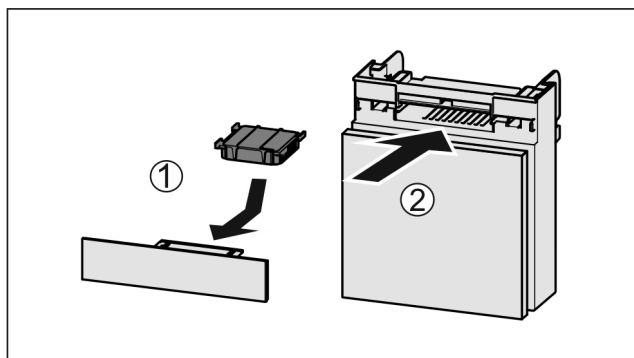

Fig. 53
- Inserire il vano Fig. 53 (2).